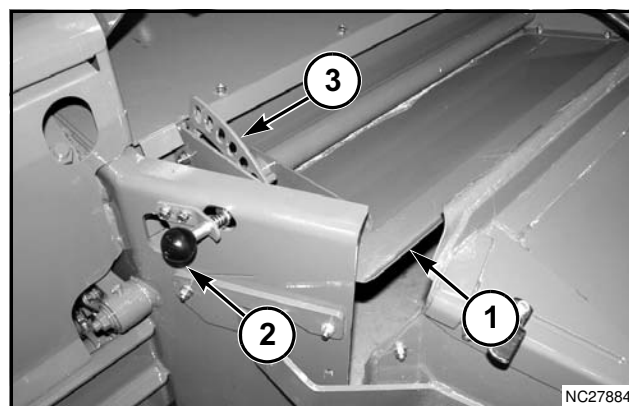

FIG. 8
FIG. 8: La máquina está equipada con una barra de formación de hileras anchas (1), que se puede girar hacia abajo por detrás del acondicionador de forraje para extender el producto cosechado acondicionado sobre una hilera amplia. Esto aumenta al máximo la exposición al sol para un secado rápido del producto cosechado. Sin embargo, este método obligará a efectuar otras operaciones con el producto cosechado para prepararlo para la mayoría de los sistemas de embalaje.